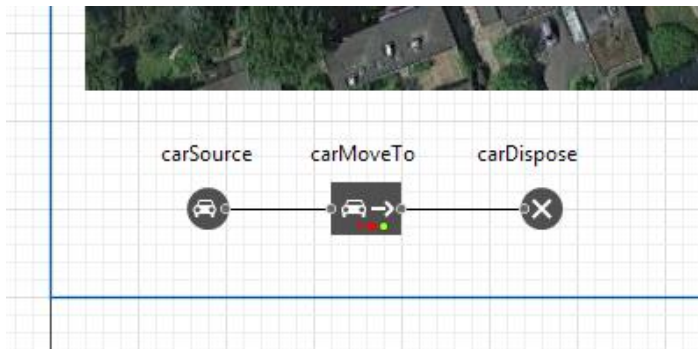

Рисунок 2.69 – Створення діаграми процесу
– відкрийте палітру Бібліотека дорожнього руху та додайте блоки з цієї палітри на діаграму, з'єднавши їх, як показано на рис. 2.69;